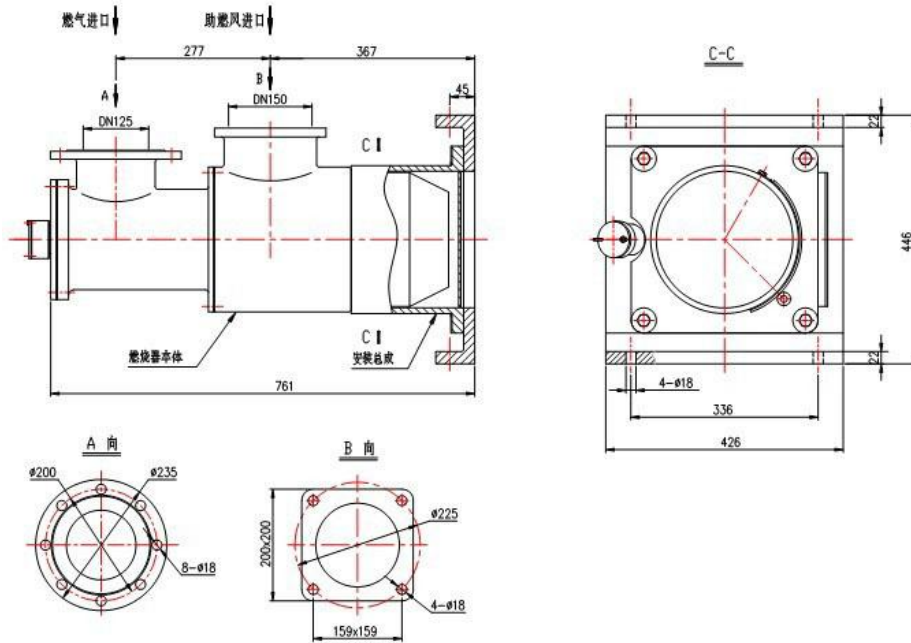

图 15、JDC-YJ150C 型燃烧器外形图及安装示意图
4... JDC-YJ150C 型技术性能参数：(外形安装图见图 15)